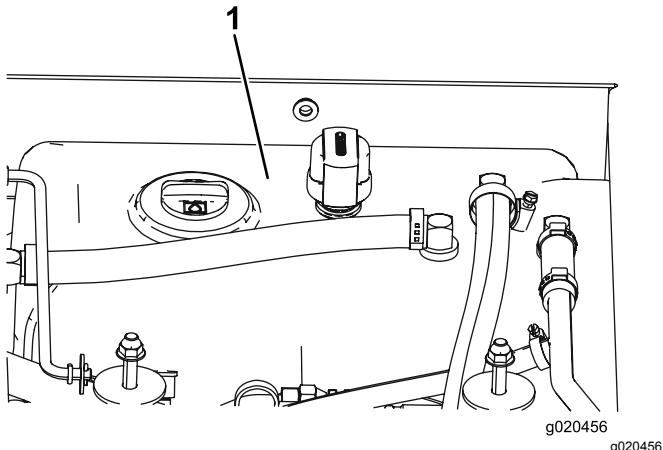

Bild 104
4. Füllen Sie den Hydraulikbehälter (Bild 104) mit Hydrauliköl, siehe Prüfen des Hydrauliköls (Seite 75).